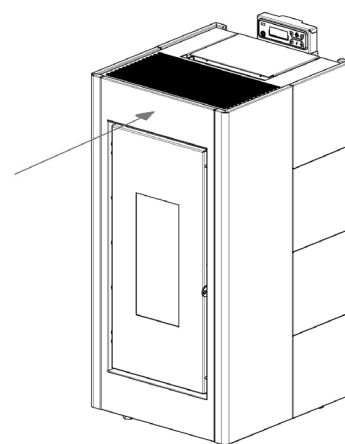

Fig. 40 - Vuelva a colocar el frontal
- Vuelva a colocar el panel frontal (vea **Fig. 40**).